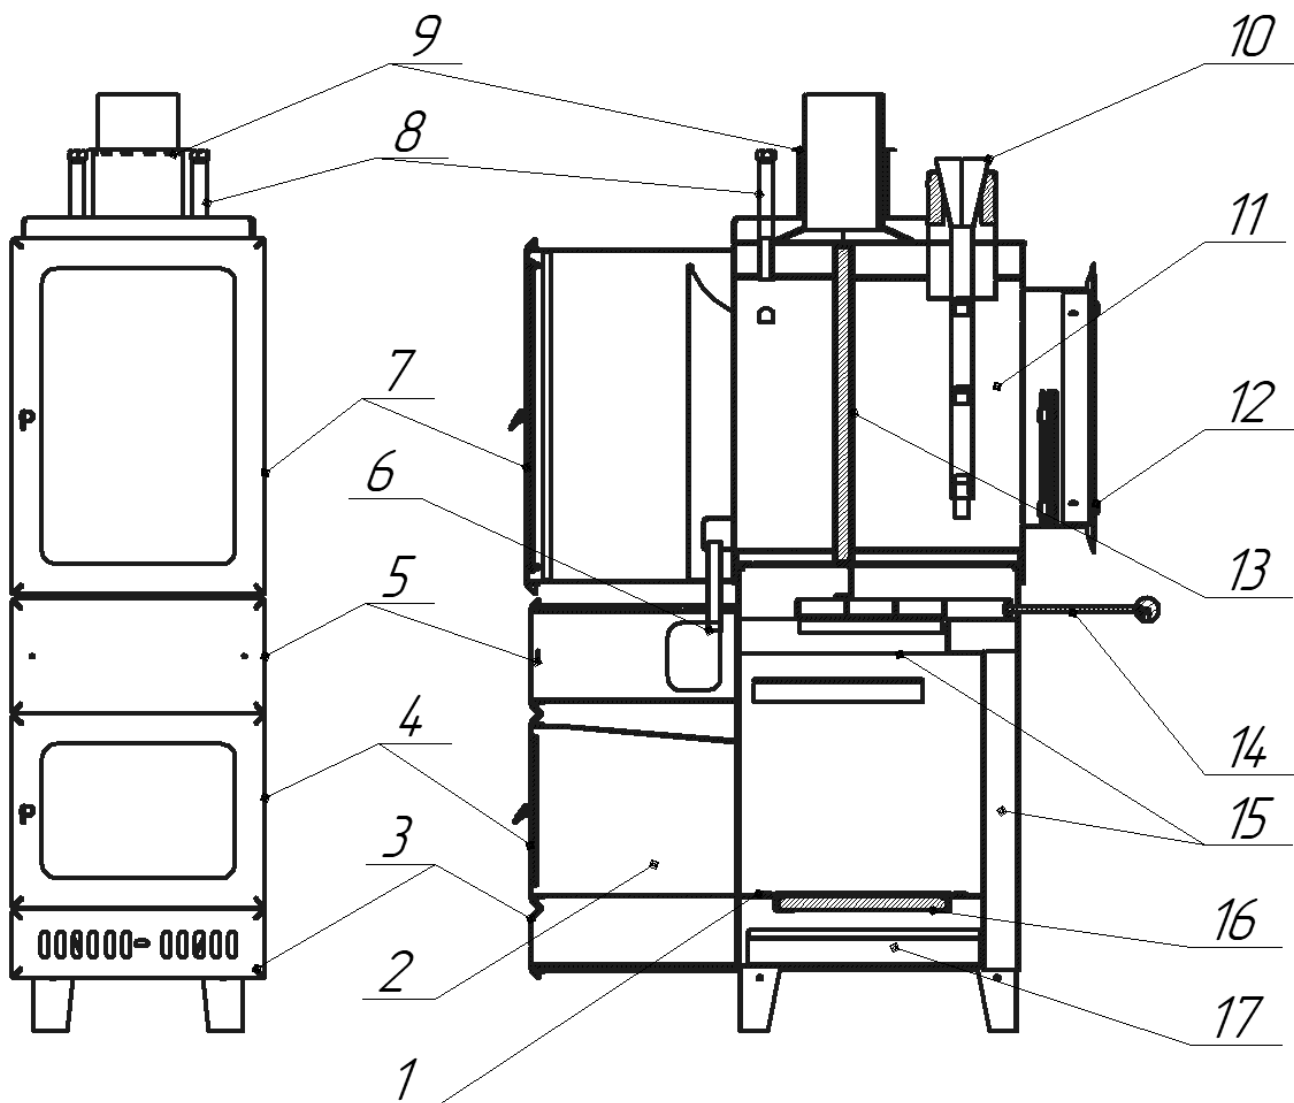
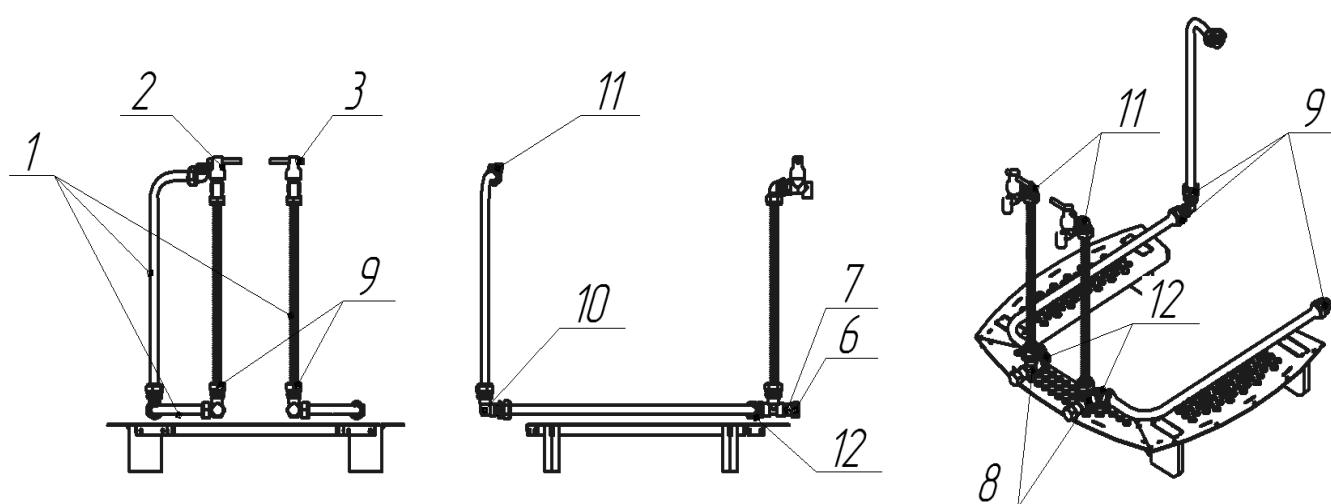
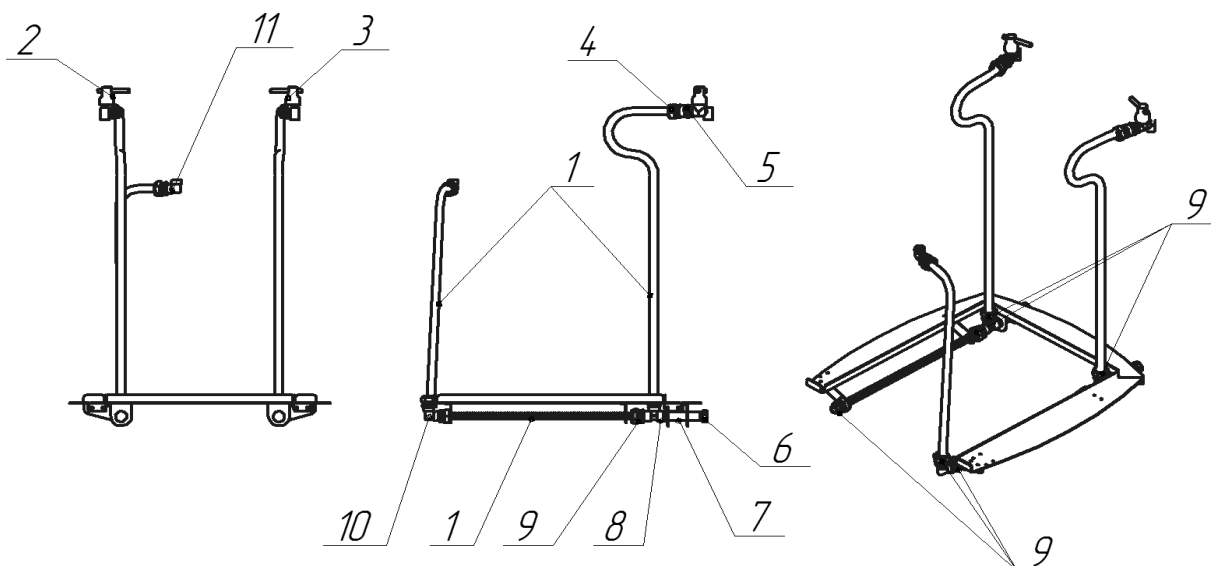

Рис. 4 Устройство печи «Суббота» без декоративно-защитного ограждения
Рис. 8 Устройство системы горячей и холодной воды в парильное помещение печи Суббота Классик.
Рис. 9 Устройство системы горячей и холодной воды в парильное помещение печи Суббота Элит.
Источником тепла в печах модельного ряда Суббота является топочный агрегат, выполненный из жаростойкой нержавеющей стали толщиной 4 мм. поз.1 рис.4. К топочному агрегату пристыкован комбинированный топочный тоннель поз.2 рис.4, разделенный на три отсека, снабженных индивидуальными дверями. Через нижний отсек поз.3 рис.4 осуществляется подача воздуха для горения топлива к колосниковой решетке поз.16 рис.4. Дверь отсека имеет отверстия для притока воздуха и оснащена регулятором расхода воздуха. Внутри нижнего отсека размещается зольный ящик поз.17 рис.4. Через средний отсек поз.4 рис.4 осуществляется закладка топлива в камеру сгорания топочного агрегата. Дверь отсека снабжена жаростойким стеклом. Верхний отсек поз.5 рис.4 является технологическим и обеспечивает доступ к штуцерам подключения трубопроводов печи поз.6 рис.4.
Внутри топочного агрегата размещены воздуховоды поз.15 рис.4, через которые в верхнюю часть топочного агрегата подается дополнительный воздух для оптимизации процесса горения топлива.
На топочном агрегате установлена емкость для камней, совмещенная с баком для воды поз.11 рис.4. Ёмкость для камней и бак для воды разделены теплоизолирующей перегородкой поз.13 рис.4. Доступ в емкость для камней осуществляется через дверь поз.12 рис.4. В емкости для камней установлен «паровой диффузор» поз.10 рис.4. –устройство, позволяющее подавать воду к внутренним, наиболее горячим, камням для парообразования и выбрасывать обратно пар при закрытой двери каменки.
В баке для воды происходит нагрев и кипячение воды для генерации пара. Насыщенный пар из бака поступает в пароперегреватель, дополнительно нагревается и выбрасывается в помещение через форсунки поз.9 рис.4. Бак оснащен двумя присоединительными штуцерами G1/2 поз.8 рис.4. для отбора пара внешними потребителями (веникозапарник, фитозапарник) и санитарной обработки бака.
Перемещая задвижку поз.14 рис.4. возможно изменять направление теплового потока на выходе топочного агрегата, направляя его либо на нагрев камней в каменке, либо на нагрев и кипячение воды в баке и генерацию пара. Возможно нахождение заслонки в промежуточном положении.
К баку для воды прикреплен тоннель поз.7 рис.4, оснащенный дверью с жаростойким стеклом.
Система подачи холодной и горячей воды в парильное помещение состоит из трубопроводов поз.1 рис.8, выполненных из гофрированной нержавеющей трубы, крана горячей воды поз.2 рис.8, крана холодной воды поз.3 рис.8 и комплекта фитингов поз.4-12 рис.8.
Холодная вода из магистрального водопровода или накопительного бака подается к точке присоединения поз.12 рис.8 (G1/2 M). В точке поз.11 рис.8 (G1/2 F) система присоединяется к штуцеру отбора горячей воды, расположенному в технологическом отсеке комбинированного топочного тоннеля поз.5 рис.4.
- поз1. рис.8,9 – труба гофрированная нержавеющая
- поз2. рис.8,9 - кран отбора горячей воды
- поз3. рис.8,9 - кран отбора холодной воды
- поз.4 ри.8,9- муфта Neptun IWS (F)
- поз.5 рис.9 - гайка сантехническая G1/2
- поз.6 рис.8,9-пробка сантехническая G1/2 F
- поз.7 рис.8,9-патрубок
- поз.8 рис.8,9- тройник сантехнический G1/2 F-F-F
- поз.9 рис.8,9- Муфта Neptun IWS(M)
- поз.10 рис.8,9-угол сантехнический G1/2 F-F
2.3.6. Соединить печь и блок регулирования уровня воды трубками и шлангами согласно рис.8,9,10.